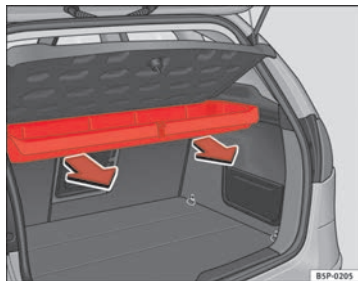

Abb. 125 Ausbau des Ablagefachs
- Nach außen ziehen, bis das Ablagefach aus den Drehhaltern gelöst ist ⇒ Abb. 125.